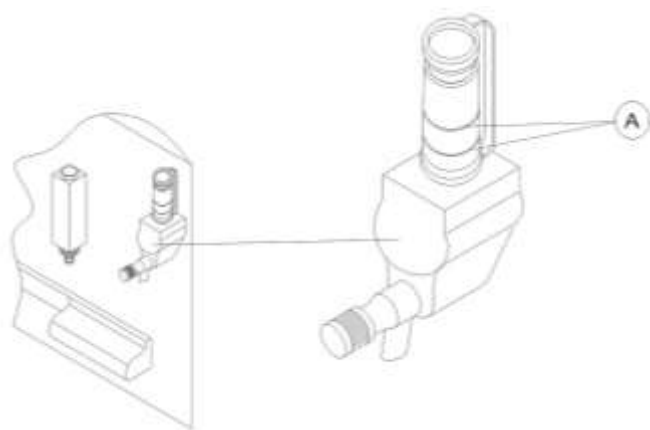

Figura 12 – Indicador nível de água umidificação passiva
- Recomenda-se a troca do filtro de ar a cada noventa dias. Veja item 7.2.1 – *Troca do filtro de ar*
A incubadora para Recém-Nascidos LINE 4 possui um sistema de umidificação com o objetivo de aumentar a concentração de umidade relativa do ar dentro do compartimento do RN. Isso é feito através da existência de um reservatório interno localizado na bacia de alumínio, c/ capacidade de 3 litros de água destilada, sendo que este nível pode ser monitorado através do indicador de nível (A) localizado no lado externo do corpo, conforme figura 12.